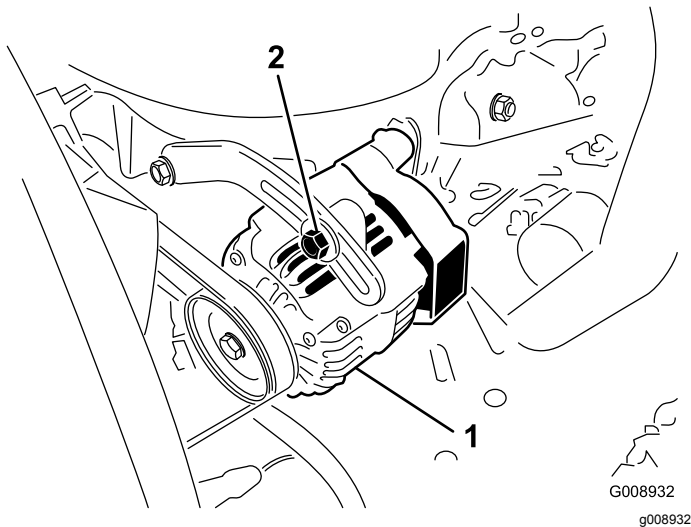

Bild 45
2. Lockern Sie bei einer Durchbiegung von mehr oder weniger als 10 mm die Befestigungsschrauben der Lichtmaschine (Bild 45).